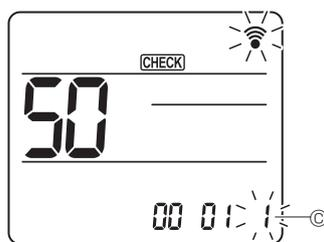

Fig. 6-19
- ④ Odabiranje broja postavke
Upotrijebite gumb [DOWN] da biste promijenili broj Postavke ⑤. (Fig. 6-19)